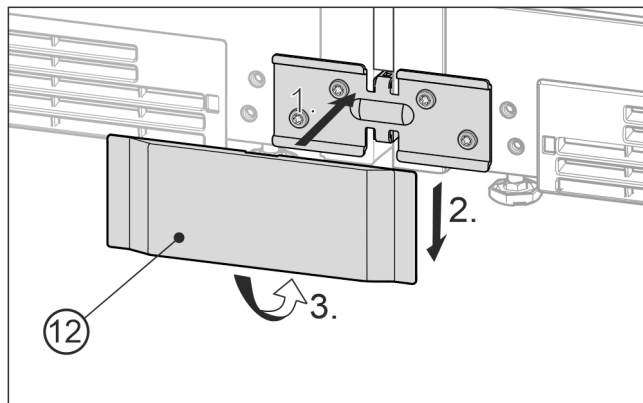

Fig. 25 Représentation à titre d'exemple
- ▶ Poser le cache Fig. 25 (12) inférieur de devant sur l'équerre Fig. 25 (1), exercer une pression vers le bas Fig. 25 (2) et encliqueter en bas Fig. 25 (3).